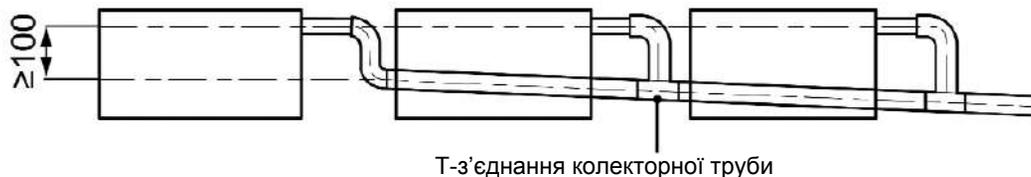

Рис. 4.11
- (4) При підключенні кількох дренажних труб дотримуйтесь інструкцій, як показано на рис. 4.11. Виберіть дренажну трубу, яка відповідає потужності виробу.